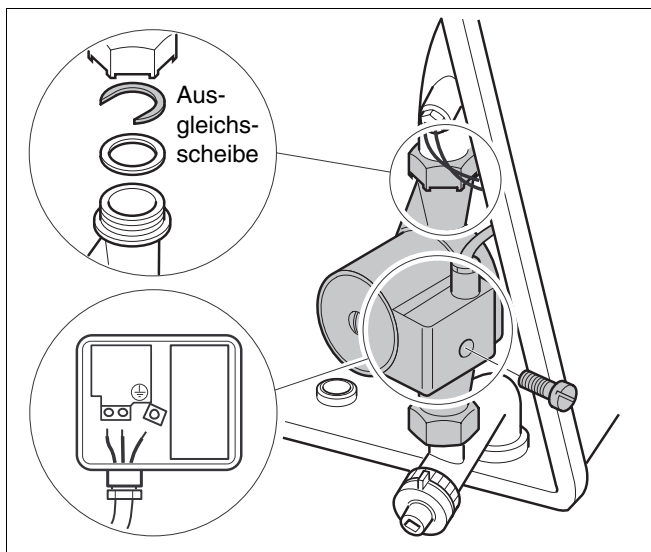
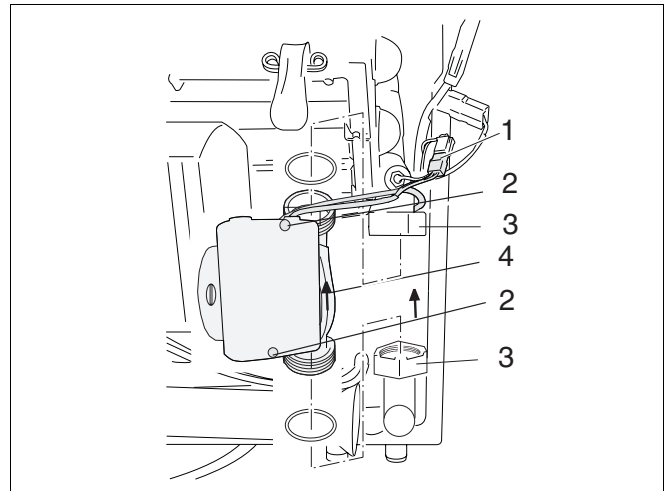

Abb. 26 Umwälzpumpe tauschen
Abb. 27 Modulierende Pumpe tauschen
- Neue Pumpe einsetzen und verschrauben. Darauf achten, dass die Ausgleichsscheibe in die Verschraubung zum Wärmetauscher eingelegt wird (Abb. 26).
- Kabelklemme lösen (Abb. 27, Pos. 1).
- Schraube am Klemmenkasten der modulierende Pumpe lösen und Klemmenkasten öffnen (Abb. 27, Pos. 2).
- Verschraubungen an der Umwälzpumpe lösen und Pumpe herausnehmen (Abb. 27, Pos. 3).
- Neue Pumpe einsetzen und verschrauben (Abb. 27, Pos. 4). Darauf achten, dass die Ausgleichsscheibe in die Verschraubung zum Wärmetauscher eingelegt wird (Abb. 26).